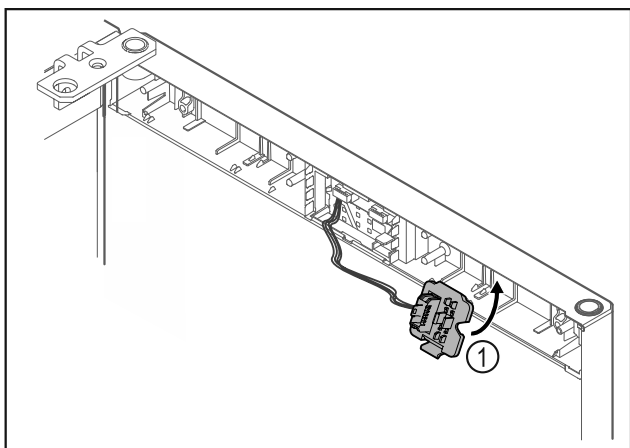

Fig. 19
- ▶ Paina pistokkeenpidin Fig. 19 (1) paikalleen vastakkaiselle puolelle.